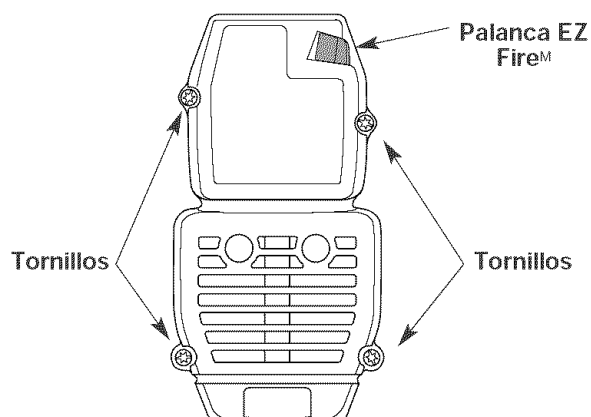

Fig. 13
1. Saque los cuatro (4) tornillos que sostienen la cubierta del silenciador / filtro de aire (Fig. 13). Use un destornillador de vástago plano o de broca Torx N° T20.